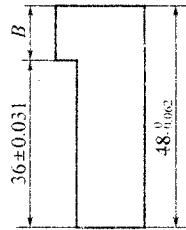

图 2—1
1. 某铣削零件如图 2—1 所示, 因条件所限, 加工现场仅有外径千分尺供测量时使用。求尺寸 B 应控制在什么范围内才能满足加工要求 (提示: 用“解封闭环”知识)?